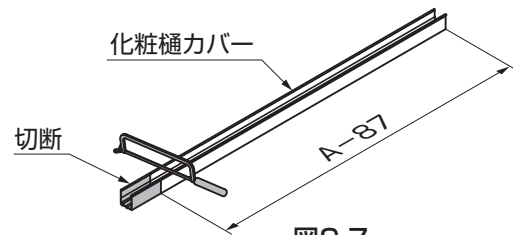
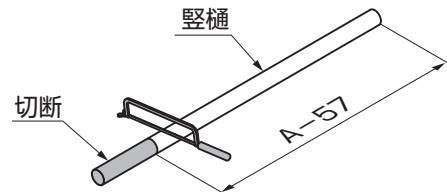

図9-7
図9-8
- ② 実測値を基に化粧樋カバー、豎樋を加工してください。(図9-7、図9-8参照)